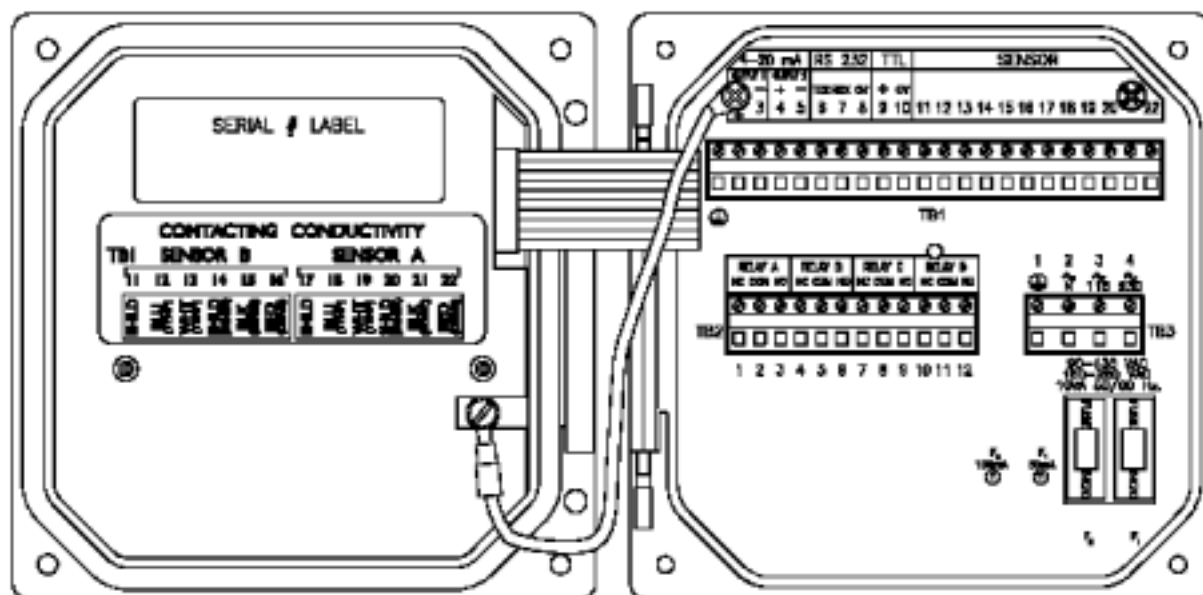

图 2-4 序列号前缀为“A”或者无的测定仪的接线端标识
- 对于序列号前缀为“ A ”为无的测定仪 (图 2-4), 连接到 TB1 上的“ ground symbol (地线标识)”接线端。